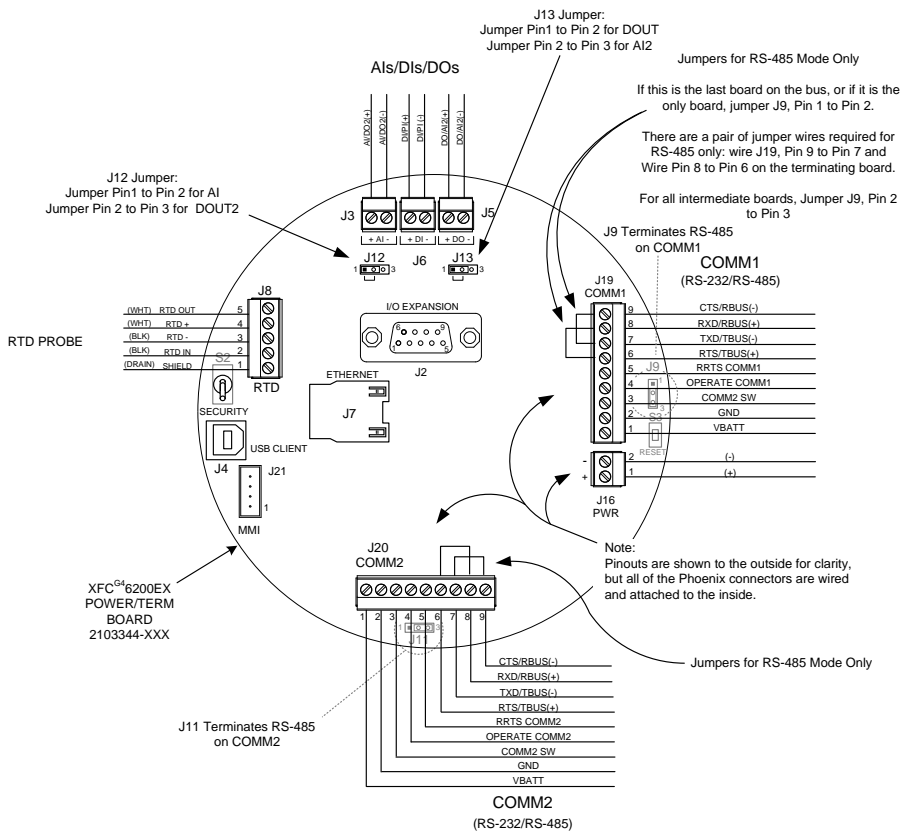

Fig. 11: Placa de terminais do G4 EX
6. Remova o conector J8 da placa de terminais do G4 EX e inicie a fiação de campo (Fig. 11).
A UEO da ABB (se adquirida) pode conter a fonte de corrente elétrica, a bateria e qualquer equipamento de comunicação opcional. Se o usuário estiver fornecendo seu próprio gabinete de energia e/ou comunicação, consulte Fig. 11 para a fiação de campo.
3. Ligue os fios de todas as conexões dentro do G4 EX usando as Fig. 11, Tabela 1 e Tabela 2. Isso pode incluir comunicação com COM1 (J19), COM2 (J20), entrada/saída (J3 – J5), expansão de E/S opcional (J2), Ethernet (J7) e Energia (J16).